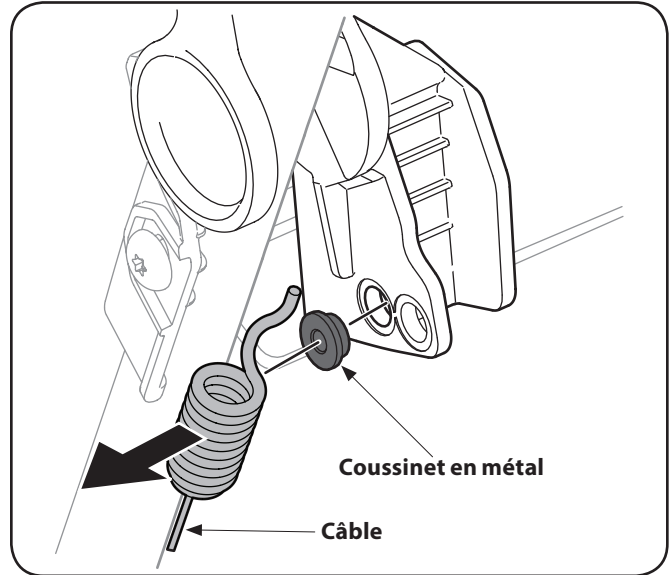

Figure 6-4
3. Décrochez le câble et retirez le coussinet en métal de la commande d'entraînement en plastique. Voir Figure 6-4.